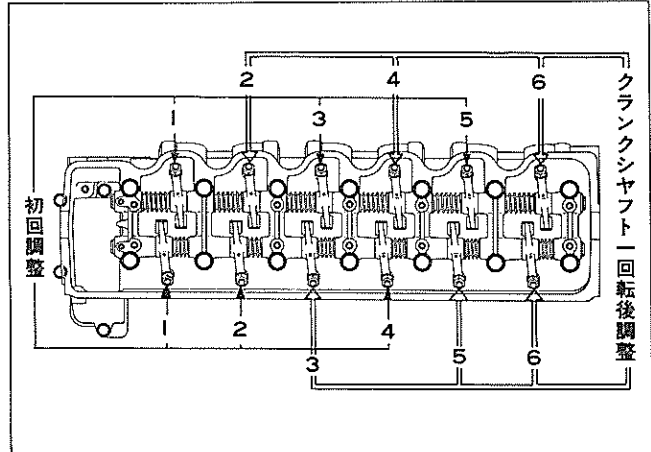

図2-1-7 バルブすき間調整
- 1 初回調整 No.1 シリンダ 圧縮上死点にて 図2-1-7 の IN 1, 2, 4
- 2 クランクシャフト 1 回転後, 図2-1-7 の IN 3, 5, 6